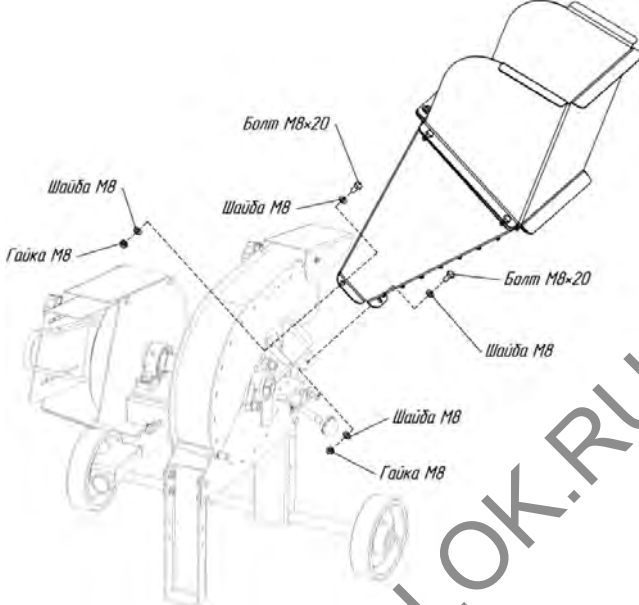

Рис.6 Установка воронки с защитным кожухом на измельчитель.
7. Установите воронку с защитным кожухом на измельчитель и зафиксируйте ее болтами и гайками (рис.6).